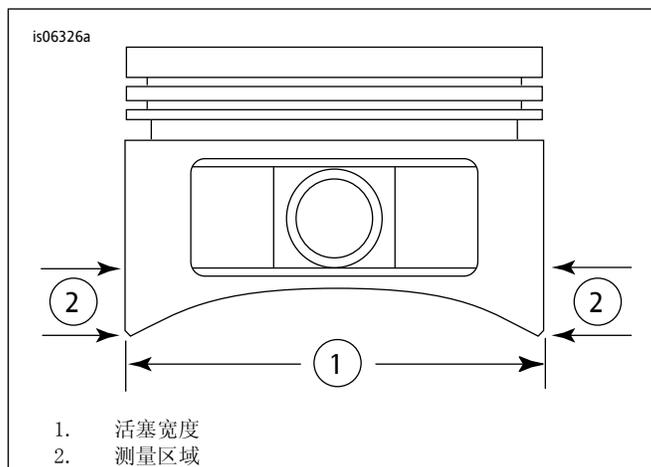

图 1. 活塞测量值
5. 参见图1。测量活塞宽度(1)，活塞销孔两侧水平90度方向、裙板最低部分以上0.465英寸处(2)。参见表2了解此位置的活塞至汽缸配合。